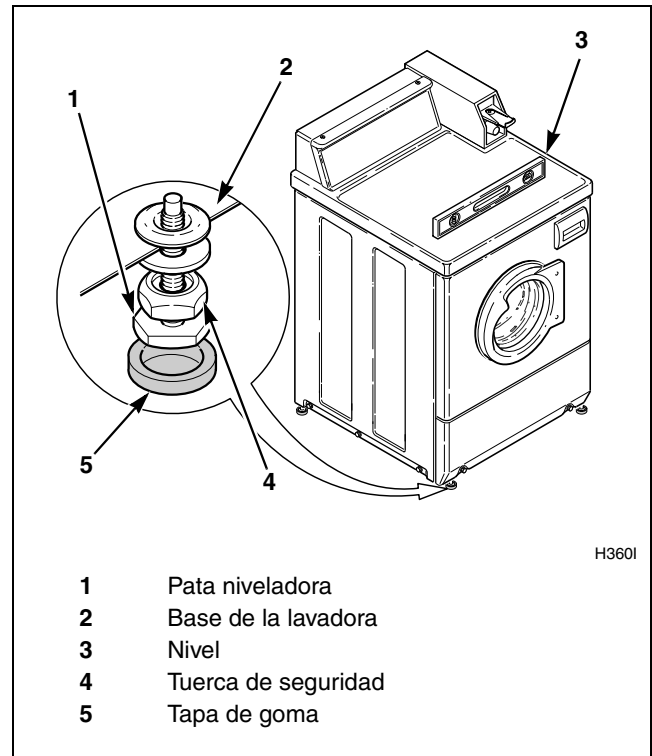

Figura 7
**NOTA: El nivel deberá colocarse sobre la posición elevada del panel superior. Consulte la Figura 7.**